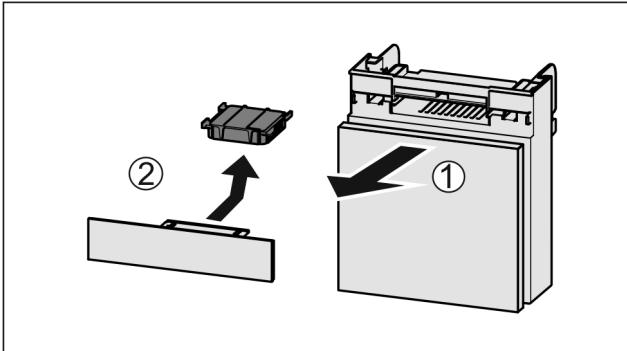

Fig. 131
- Fach nach vorne herausziehen Fig. 131 (1).
- Aktivkohlefilter entfernen Fig. 131 (2).